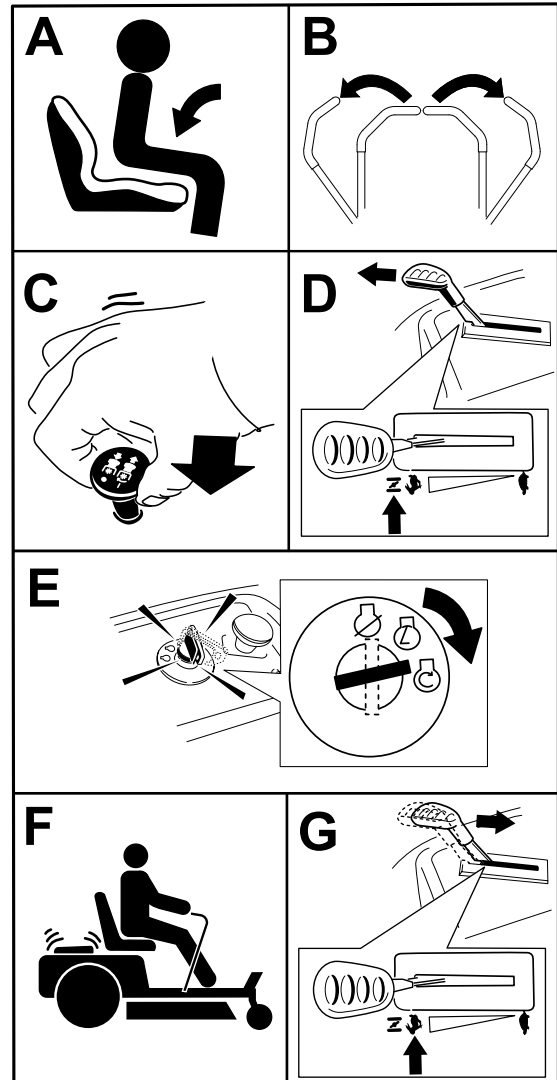

Figure 24
Remarque: Vous devrez éventuellement maintenir le levier contre la butée, à la position starter, pendant que vous tentez de démarrer le moteur (Figure 24).
1. Désengagez les lames en plaçant la commande des lames en position DÉSENGAGÉE (Figure 24).